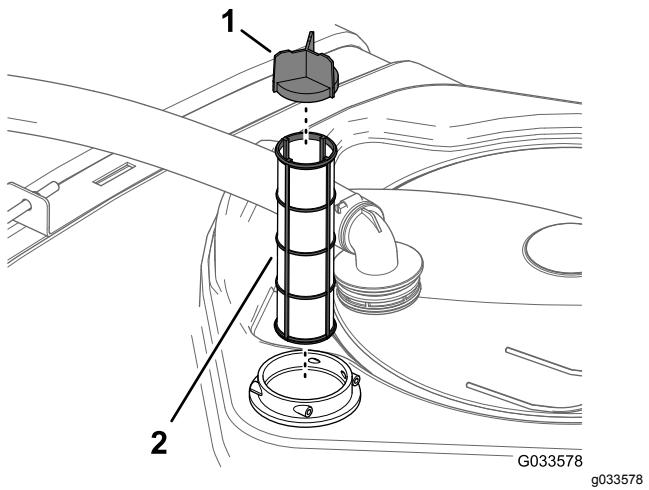

図 77
4. ストレーナハウジングタンク内部からストレーナを取り出す図 77。